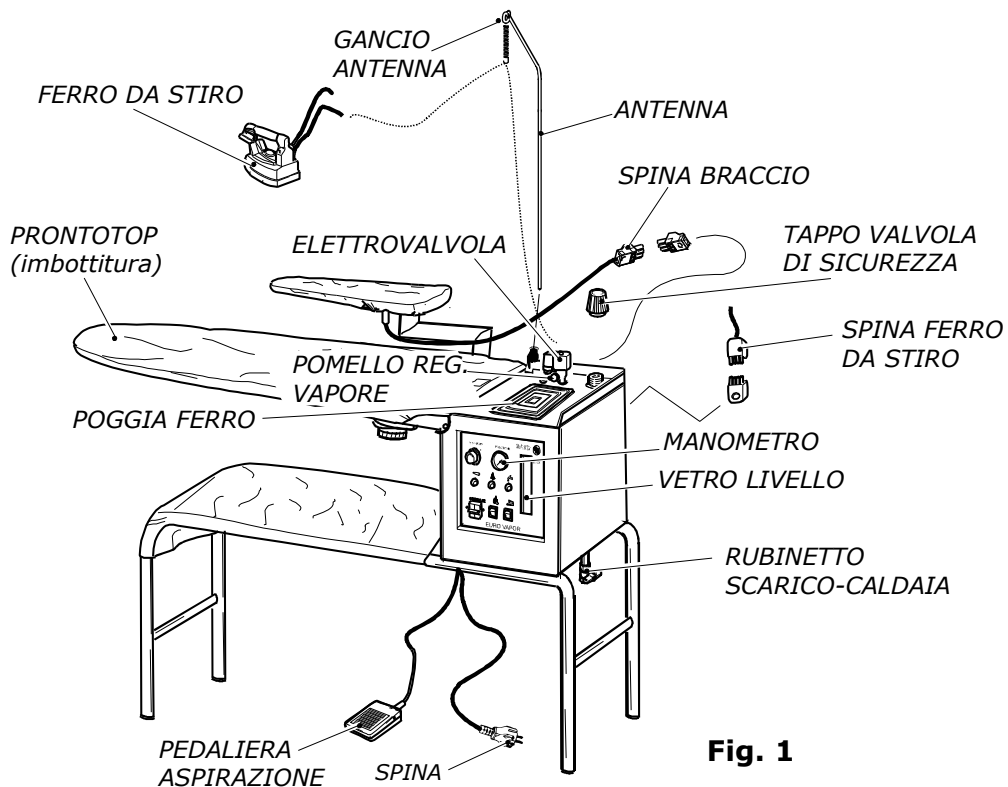
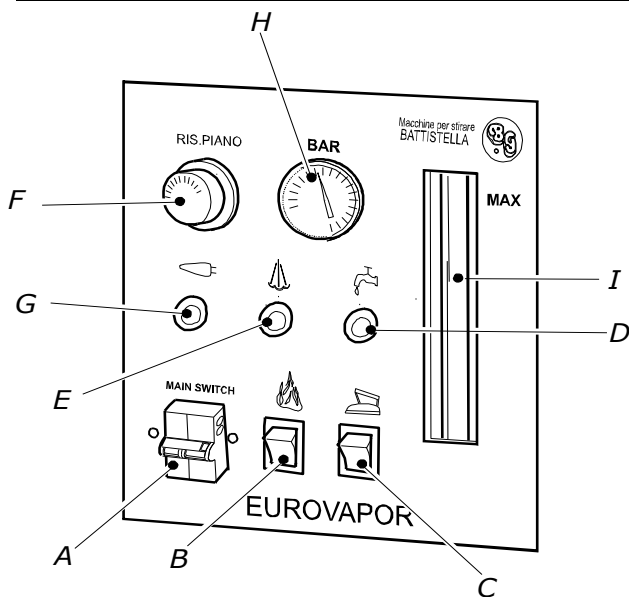

Fig. 1
Fig. 2
2. Estrarre il tavolo mod. EUROVAPOR dalla scatola, inserire l'antenna nell'apposito porta antenna (fig. 1), avendo l'avvertenza di inserirla bene fino in fondo.
3. Fissare la molla reggi filo al gancio dell'antenna evitando attorcigliamenti (fig. 1).
4. Posare il ferro sul poggia ferro in gomma in dotazione (fig. 1).
1. Svitare il tappo valvola dall'EUROVAPOR (fig. 1) e riempire con la quantità desiderata d'acqua la caldaia (si raccomanda di non superare l'indicazione MAX nel vetro livello - fig. 2). Si consiglia di riempire d'acqua la caldaia servendosi di un imbuto. Riavvitare il tappo prendendolo per la parte in plastica con l'avvertenza di non serrarlo troppo altrimenti si rovina la guarnizione (vedi capitolo 7).
**NB: prestare attenzione che il rubinetto di scarico della caldaia sia chiuso (fig. 1).**
3. Accendere l'interruttore generale e l'interruttore caldaia (fig. 2 A e B), ruotare il volantino termostato piano sugli 80/90° C (fig. 2 F). Dopo circa 5 minuti attivare l'interruttore ferro (fig. 2 C) e portare il relativo volantino termostato sulla posizione "cotone" (fig. 3).
4. Attendere che la spia caldaia si spenga (fig. 2 E). A questo punto sollevare il ferro da stiro per il manico in sughero e premere il microinterruttore del ferro (fig. 4) per 4-5 volte facendo uscire il vapore. Bisogna inoltre accertarsi che il vapore sia ben saturo (premendo il microinterruttore con il ferro da stiro rivolto verso il pavimento). E' possibile inoltre regolare la quantità di vapore desiderata, tramite il pomello di regolazione vapore situato nell'elettrovalvola (fig. 1). Eseguita l'operazione, il ferro da stiro è pronto per stirare. Durante lo stiro la spia caldaia si accende e si spegne in continuazione, segno di normale funzionamento (fig. 2 E).
11. **Non bisogna mai sostituire il tappo valvola (fig. 1) con tappi di altro genere. N.B.: il tappo valvola è tarato a 4,5 bar ed inoltre ha la funzione di valvola di sicurezza.**